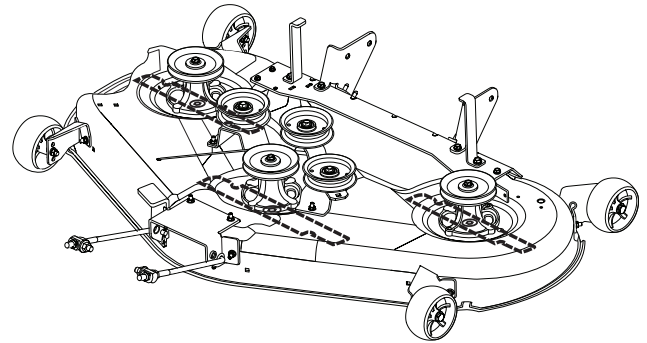

Figura 35. Orientar las Aspas de un Lado a Otro
4. Ajuste la altura de corte a posición media. Coloque las aspas de la podadora de modo que apunten de un lado a otro (vea la Figura 35 y 36).